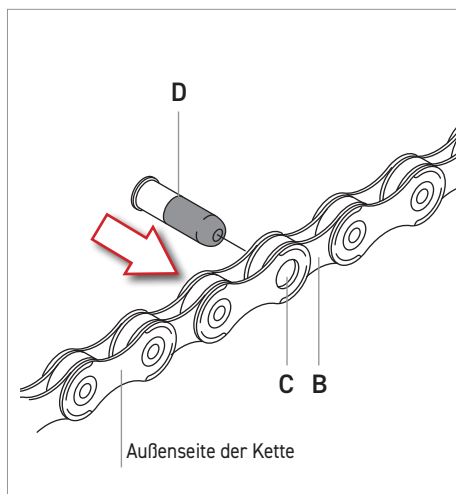

Abb.6
- Setzen Sie das innere Kettenglied (B - Abb. 6) in das äußere Kettenglied (C - Abb. 6) ein, führen Sie dann von der Innenseite der Kette her nach außen das Führungsteil der Verbindungshülse ULTRA-LINK 5-CN-SR700 (D - Abb. 6) in das Loch des Kettenglieds ein.